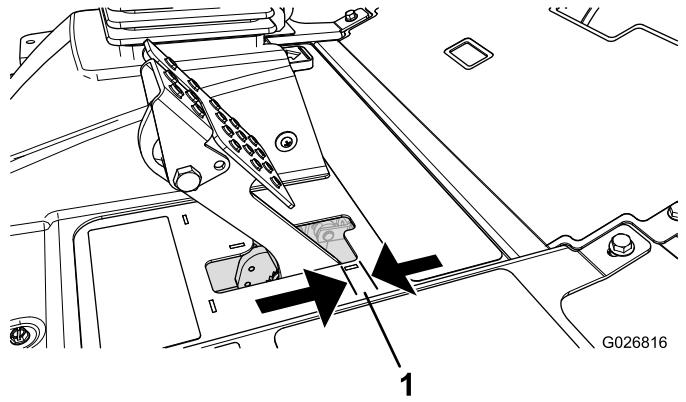

Bild 86
Stellen Sie die Bremsen ein, wenn das Bremspedal mehr als 2,5 cm Spiel hat, oder wenn die Bremsen nicht mehr gut genug greifen (Bild 86). Als Spiel gilt der Abstand, den das Bremspedal zurücklegt, bevor ein Bremswiderstand spürbar ist.
- Ziehen Sie die hintere Mutter an, um den Zug nach hinten zu bewegen, bis das Bremspedal ein Spiel zwischen 0,63 mm bis 1,27 cm aufweist, bevor die Radsperrre auftritt (Bild 86).